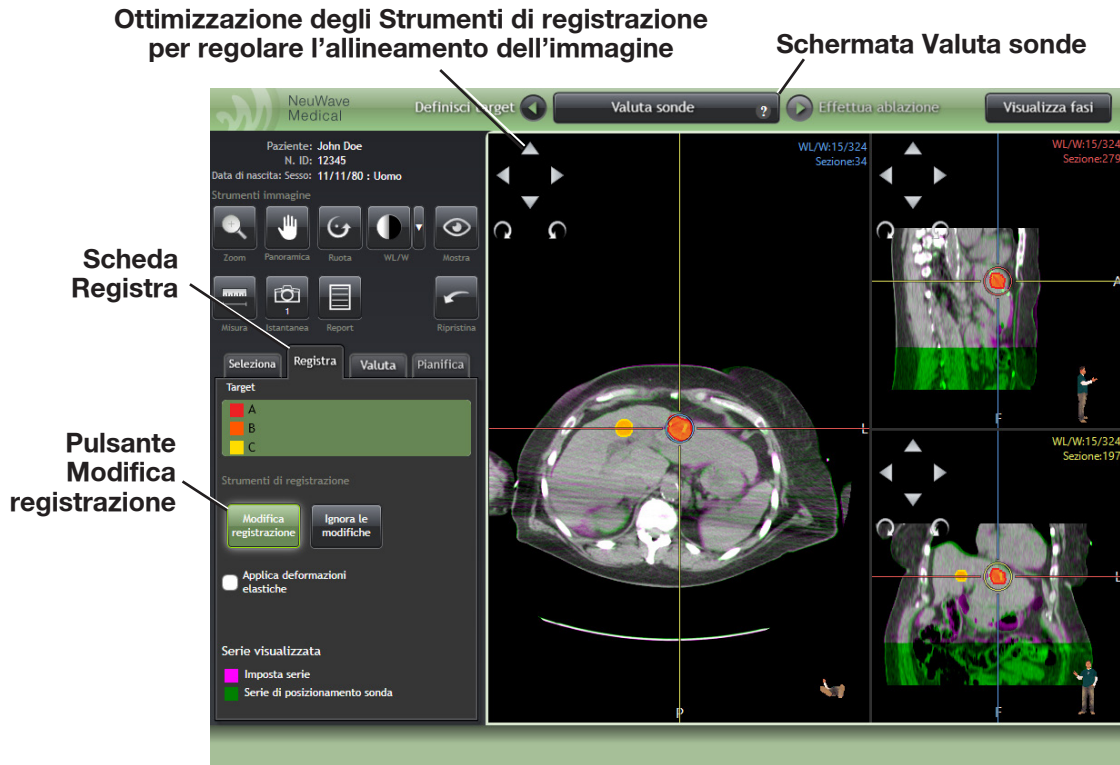

Figura 3-31: Modifica registrazione.
3. È possibile correggere manualmente la registrazione tramite lo strumento **Modifica registrazione**. Una volta selezionato lo strumento **Modifica registrazione**, sulle immagini della serie verranno disegnati gli assi verticale e orizzontale e un cerchietto (Figura 3-31). Il cerchietto sarà centrato attorno al Punto di riferimento corrente.
6. Ciascuna Proiezione immagine mostra inoltre quattro punte di freccia e due frecce che ruotano in senso orario e antiorario nell'angolo in alto a sinistra di ogni immagine che possono essere utilizzate per regolare l'allineamento dei due set di immagini (Figura 3-31).
Se il numero di sonde identificate dal software ABLATE-IQ non corrisponde al numero di sonde inserite nel paziente, l'operatore può definire manualmente le sonde mancanti. La sezione "Eliminazione e creazione delle proiezioni della/e sonda/e" guida l'operatore su come definire le sonde manualmente. Per valutare le sonde trovate dal software ABLATE-IQ visualizzate nella Tabella sonde (Figura 3-31), procedere come segue: